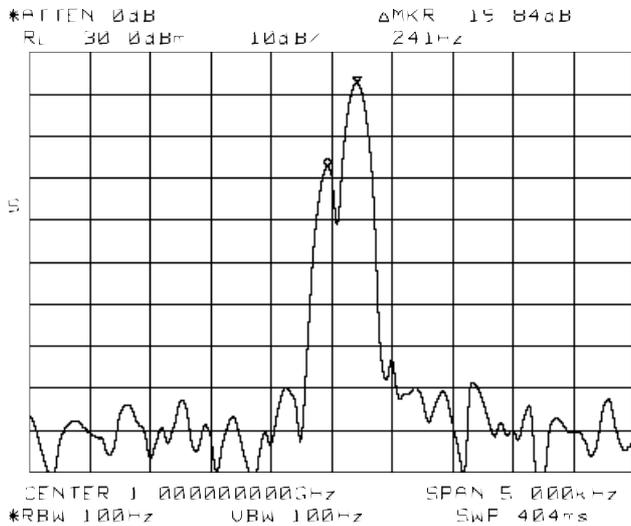
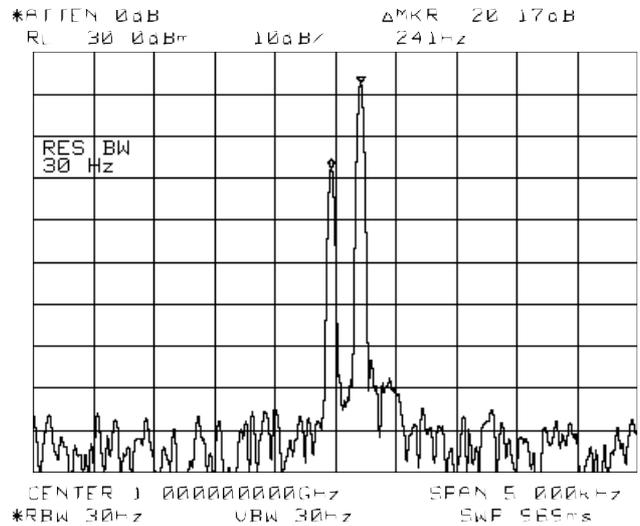

図6. 100 HzのデジタルRBWフィルタ
図7. 30 HzのデジタルRBWフィルタ
図6と図7に、同じ測定を選択度<5:1のデジタルRBWフィルタを使った場合を示します。<5:1の選択度により、100 Hz RBWフィルタを使用しても小さい方の1 GHz信号を明確に識別することができます。デジタルRBWフィルタ付きスペクトラム・アナライザを使用すると、測定時間は400 msで（40倍以上高速に）測定できるため、潜在的な製造ボトルネックを除去できます。これは掃引時間を短縮する方法の一例で、より重要なスループットの問題には対処していません。スループットの場合、処理オーバーヘッドも考慮する必要があります。
**注記：**図6と図7は、オプションの狭デジタルRBWフィルタ付きAgilent 8563Eを使った測定です。